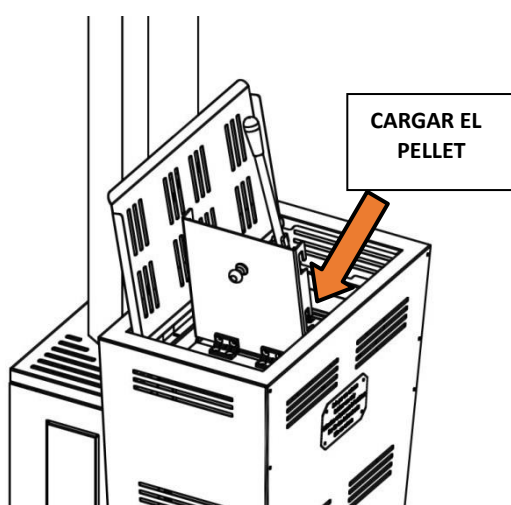

Fig. 11
- Levante la tapa **B** e introduzca el pellet en el depósito (fig. 11).